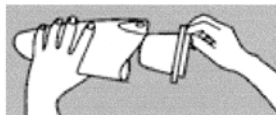

Fig. 3
2. Verifique que el filtro esté instalado, luego vuelva a colocar el recipiente de la tierra. (Fig. 3)